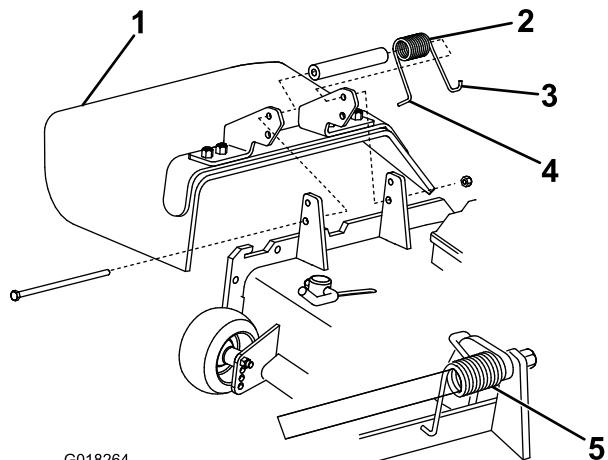

図2
- スプリングの右側のJフックを、デフレクタに引っ掛ける**図2**。